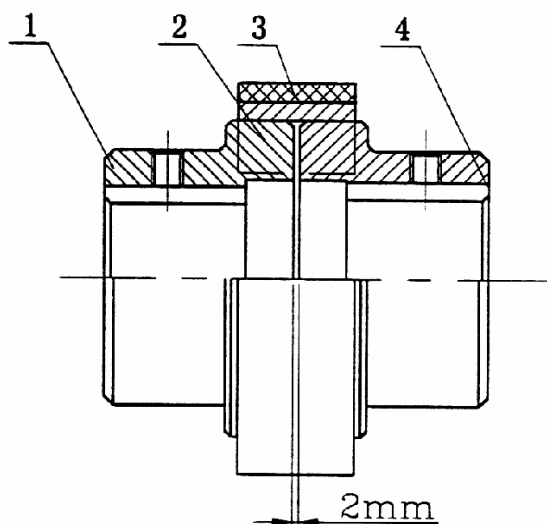
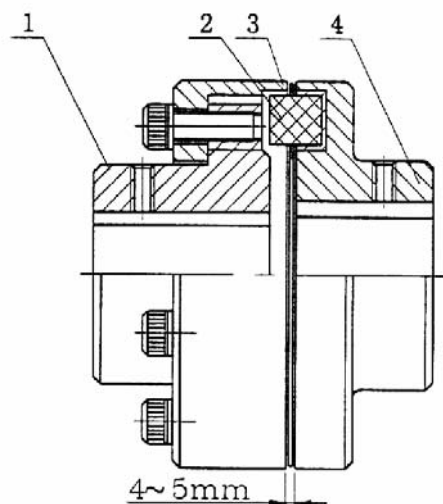

图 12 联轴器 (FALK 公司制造)
图 13 联轴器（VULKAN 公司制造）
参看图 12 和图 13，压缩机轴和电机轴分别刚性地与各自安装盘相连，安装盘由弹性体相连。寿力公司 LS16-60/75 和 LS16-100 分别采用了两家公司 FALK, VULKAN 的联轴器，请用户查明机组和联轴器的种类，图中列出维修备件号，如有必要可向寿力公司订购。通常情况下只有弹性体需要维护保养。根据厂家不同，操作程序也不同，说明如下：
- 5、移回电机轴安装盘，保证图 13 中的间隙 4~5mm，固定电机轴安装盘。